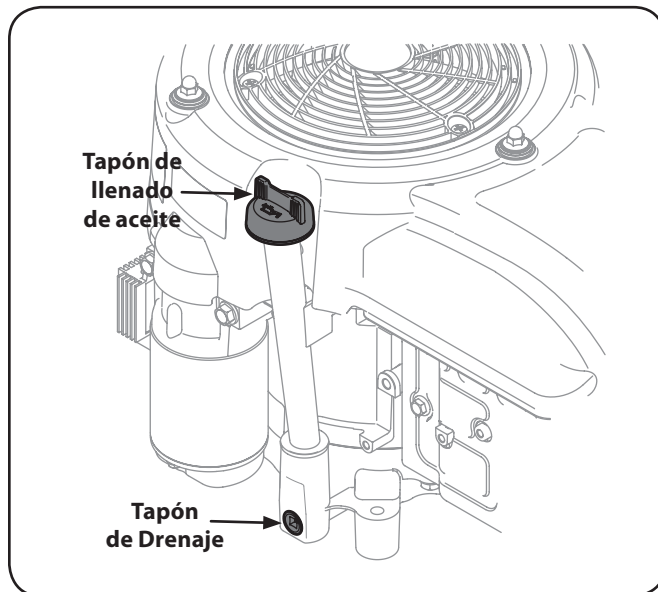

Figura 6-1
2. Retire el tapón de llenado de aceite y permitiendo que el aceite se drene en un recipiente adecuado. Vea la Figura 6-1.